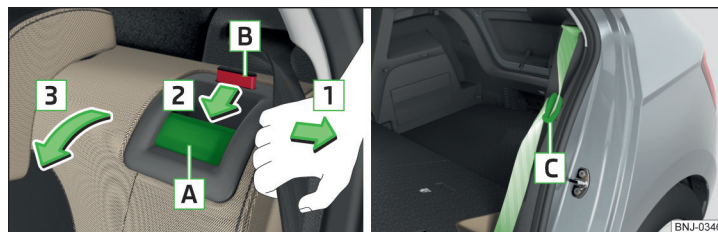

Fig. 71 Rabatarea înainte a spătarului/reglarea disponibilității centurii de siguranță
► Trageți centura de siguranță exterioră înspre capitonajul lateral, în sensul săgeții **1** » fig. 71.
Elementul de fixare al centurilor de siguranță exterioră **C** poate fi introdus din capitonajul lateral - poziția stand-by » fig. 71.